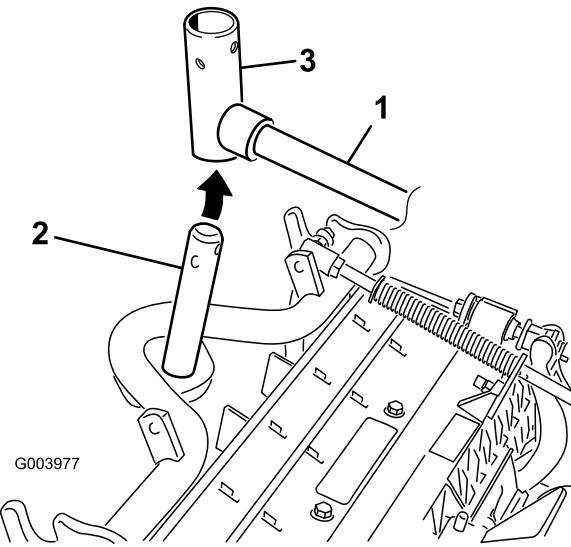

図 11
- フロントに取り付けるカッティングユニットは、昇降アームの下に入れるとときにキャリアフレームのシャフトを立てて昇降アームのピボットヨークに挿入する図 11。
- B. 昇降アームのヨークをキャリアフレームのシャフトに通す図 11。